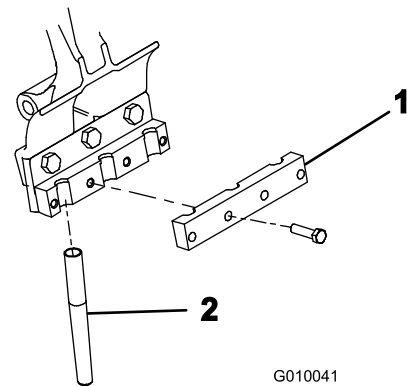

Рисунок 24
- К каждому держателю зубьев свободно прикрепите 4 болтами ( $3/8 \times 1 1/2$  дюйма) зажим зубьев (Рисунок 24). Не затягивайте болты.